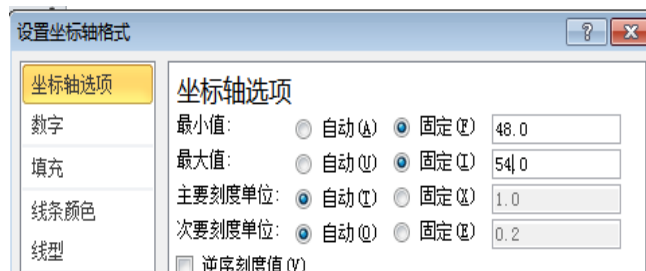

图 3-32
第六步：设置坐标轴格式，散点图分布主要集中在 X 轴方向的 48 到 54 之间。设置坐标轴格式的具体步骤为：①单击 X 轴坐标，鼠标右键打开菜单，选择“设置坐标轴格式”后弹出对话框，在最小值输入 48，最大值输入 54 即可。见图 3-32。